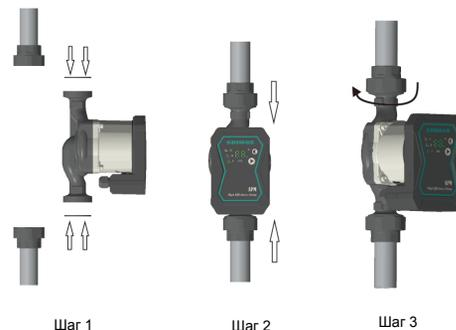

Рисунок 1
8.3.1 При регулировке перепускного клапана убедитесь, что насос находится в режиме I скорости I. (рисунок 1)